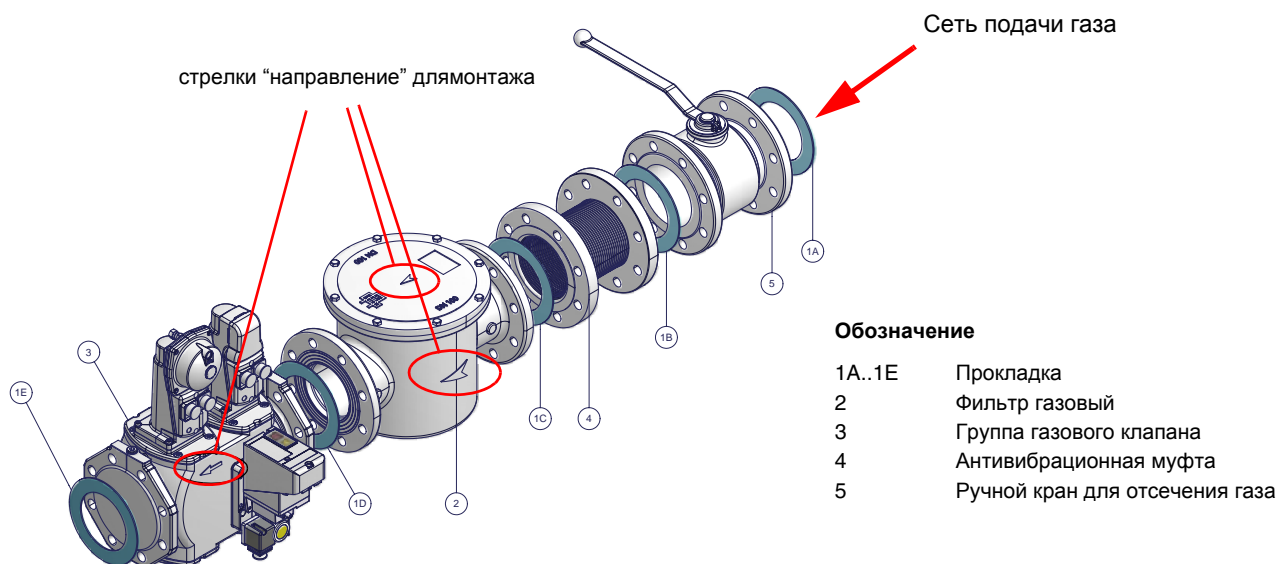

Рис. 2 - Пример газовой рампы
- 1 - б) при фланцевых соединениях: между соседними компонентами устанавливать прокладку (1A..1E - Рис. 2), совместимую с используемым газом,
**ВНИМАНИЕ:** после монтажа газовой рампы согласно схеме на Рис. 2, необходимо провести тестирование на герметичность газового контура, согласно требований действующих нормативов.
ВНИМАНИЕ: после монтажа газовой рампы согласно схеме на Рис. 2, необходимо провести тестирование на герметичность газового контура, согласно требований действующих нормативов.